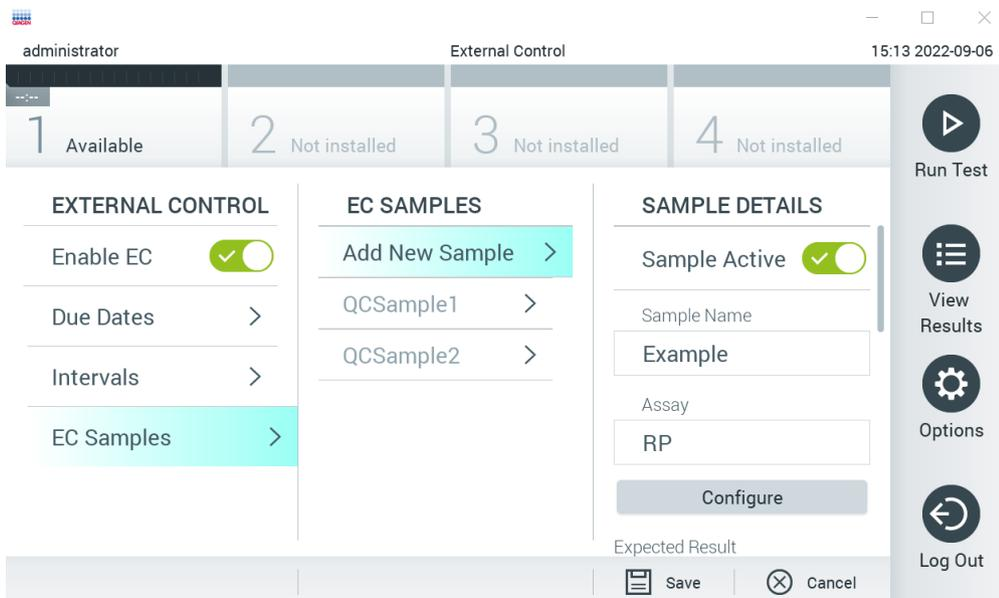
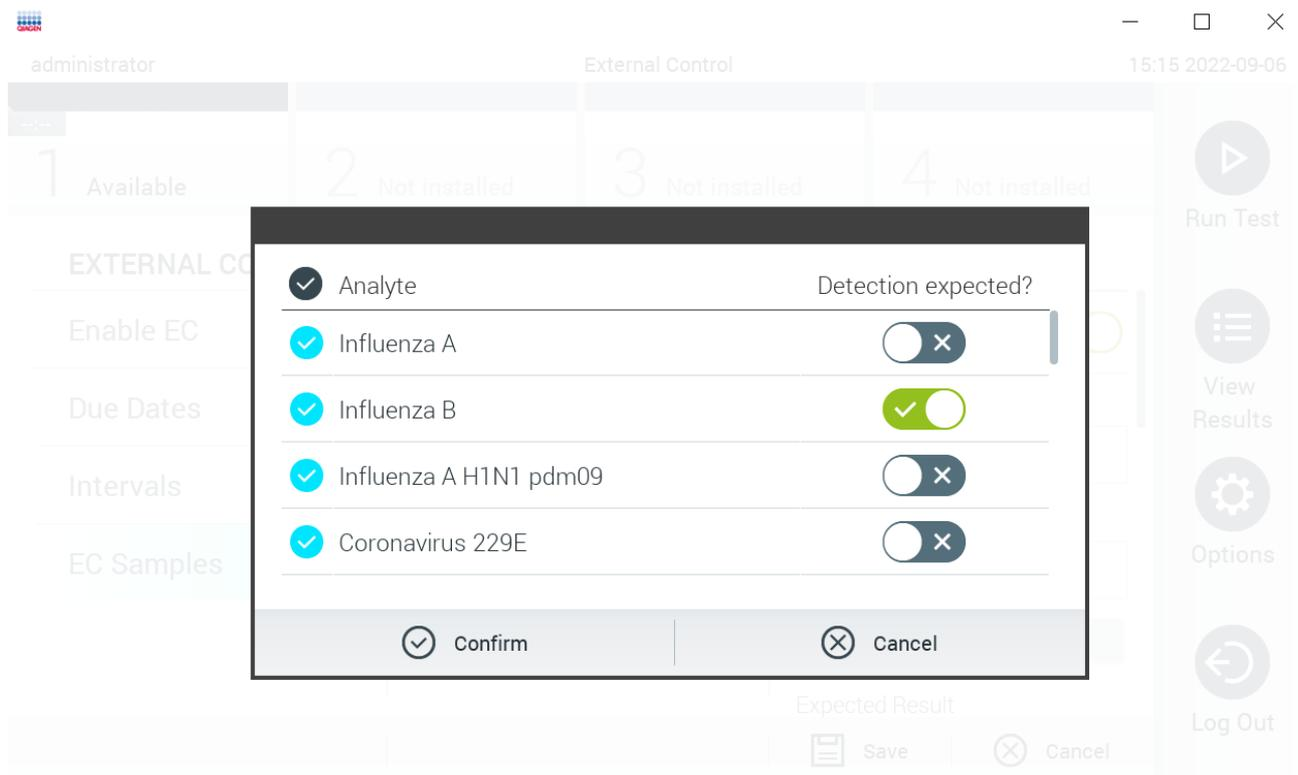

Figure 53. Écran External Control EC Samples (Échantillons du témoin EC externe).
Figure 54. Écran Configuration de l'échantillon du témoin externe (TE)
5. Sélectionnez **EC Samples** (Échantillons EC) pour ajouter ou modifier les échantillons utilisés dans un test de témoin externe. Pour ajouter un nouvel échantillon EC, appuyez sur **Add new Sample** (Ajouter un nouvel échantillon), puis poursuivez la configuration dans la colonne de droite (Figure 53). Pour modifier un échantillon EC, sélectionnez un échantillon existant dans la colonne du milieu et poursuivez la configuration dans la colonne de droite.
6. Sélectionnez Configure (Configurer) pour modifier les analytes dans un test du témoin externe (Figure 53). Dans la configuration de l'échantillon du témoin externe (TE), il est possible de déterminer si un analyte est pris en compte pour l'analyse du témoin externe (TE) et si une détection est attendue (Figure 54).